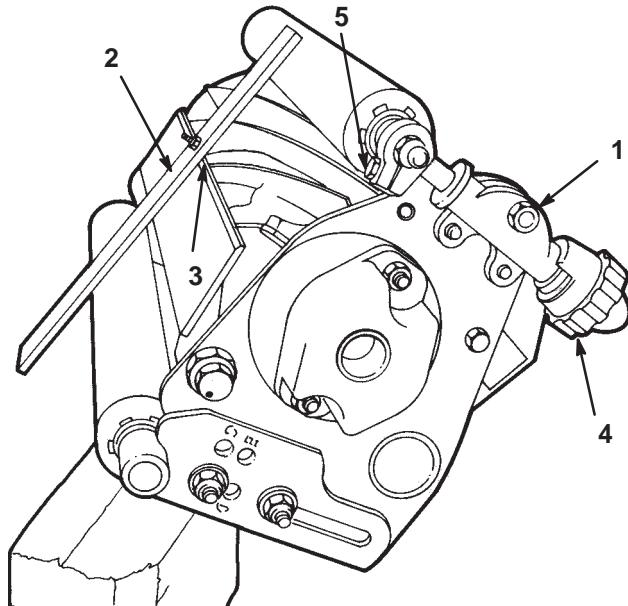

Figure 7
2. Retournez le plateau de coupe et desserrez les contre-écrous de fixation des vis de réglage du rouleau avant aux supports de hauteur de coupe (Fig. 7).
4. Placez le calibre en travers des rouleaux avant et arrière, et tournez le bouton de réglage de hauteur de coupe jusqu'à ce que la base de la tête de la vis s'engage dans le bord coupant de la contre-lame (Fig. 7).